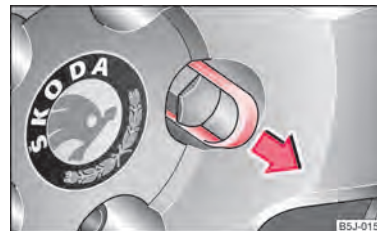

Fig. 136 : estrarre il copriruota dal cappuccio del bullone
- Rimuovere il cappuccio con il **fermaglio di plastica** ⇒ fig. 136.